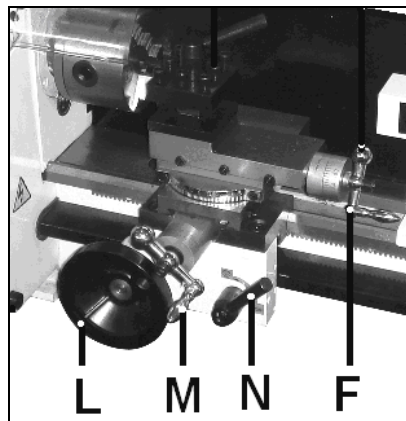

Fig 8
Zum Längs- und Plandrehen können Bettschlitten (L, Fig 8), Querschlitten (M) und Oberschlitten (F) an den Handrädern bewegt werden.
Schließen Sie die Schloßmutter (N, Fig 8) um den Vorschub zu aktivieren.
Schließen Sie die Schloßmutter (N, Fig 8).